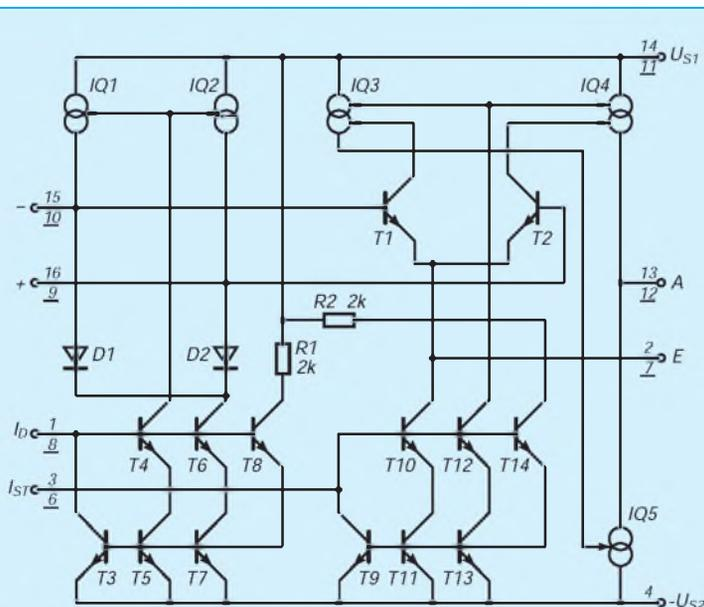

Bild 1: Vereinfachte Innenschaltung der OTA CA 3280 bzw. BA 6110
Bild 1 stellt den vereinfachten inneren Aufbau der Verstärker des Dual-OTA CA 3280 [1] dar. Eine identische Schaltung weist auch der Typ BA 6110 [2] auf, der zusätzlich noch einen Puffer mit  $v = 1$  enthält. Als Eingangs- und Hauptverstärkerstufe wirkt der Differenzverstärker mit den Transistoren T1 und T2. Sie arbeiten auf die Stromspiegel IQ3 bis IQ5, die die Kollektorstromdifferenz der Transistoren T1 und T2 in den Ausgangsstrom des OTA umsetzen.
Prinzipiell ist die Übertragungskennlinie des Differenzverstärkers aus T1 und T2 nur bei Differenzeingangsspannungen von  $U_e < U_T$  als linear anzusehen. Verbesserungen ergeben sich, wenn die Übertragungskennlinie des OTA linearisiert werden kann. Diese Aufgabe übernehmen bei den Bauelementen CA 3280 bzw. BA 6110 die Dioden D1 und D2 im Bild 1, die tatsächlich Transistoren mit gleicher Geometrie wie T1 und T2 sind. Man kann deshalb von sehr weitgehend identischen Kennlinien ausgehen. Das gilt auch bei wechselnder
Zwischen der Grenzfrequenz und dem Steuerstrom besteht nach (6) ein linearer Zusammenhang. Eine exponentielle Steuerkennlinie erfordert normalerweise einen zusätzlichen e-Funktionsgenerator. Der innere Schaltungsaufbau der beiden OTA CA 3280 und BA 6110 erlaubt aber, wenn sie als linearisierte OTA betrieben werden, eine Lösung ohne diese Baugruppe. Diese Möglichkeit resultiert aus der Tatsache, daß die beiden Stromspiegel T3 bis T8 und T9 bis T14, welche die Ströme  $I_D$  und  $I_{ST}$  den Linearisierungsdioden bzw. dem Differenzverstärker zuleiten, sehr ähnlich ausgelegt sind, wie man es auch dem in Bild 1 dargestellten Wirkprinzip entnehmen kann.